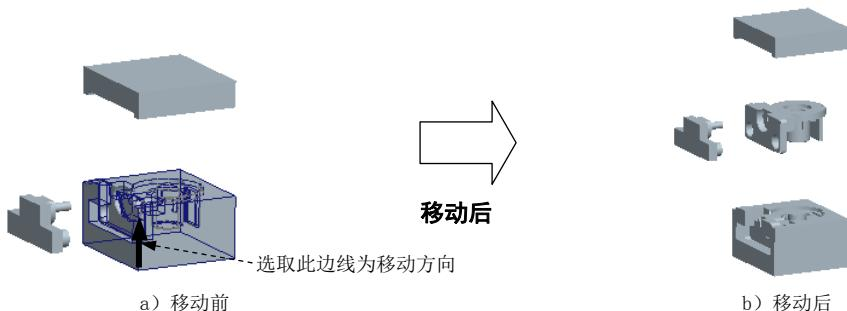

图 14.38 移动下模
Step4. 开模步骤 3：移动下模。输入要移动的距离值-30，结果如图 14.38 所示。